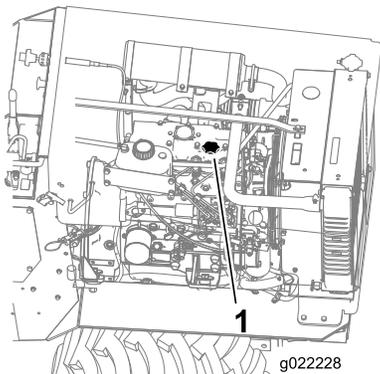

Figura 23
8. Si el nivel de aceite es bajo (por debajo del orificio inferior), limpie alrededor del tapón de llenado de aceite y retire el tapón (Figura 23).